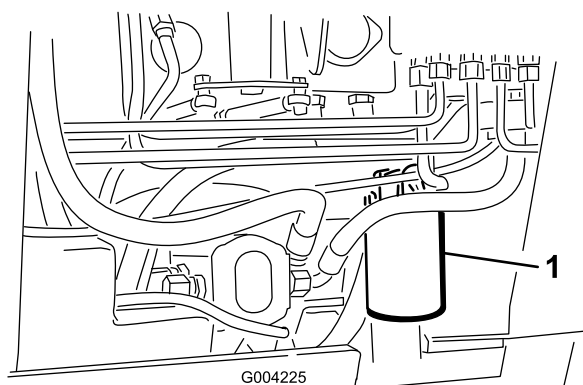

Figure 56
4. Placez un bac de vidange sous le filtre (Figure 56).
5. Enlevez le filtre à huile usagé (Figure 56) et essuyez la surface du joint de l'adaptateur.
7. Montez le filtre de rechange sur l'adaptateur (Figure 56). Tournez le filtre dans le sens horaire jusqu'à ce que le joint rejoigne l'adaptateur, puis donnez 3/4 de tour supplémentaire.